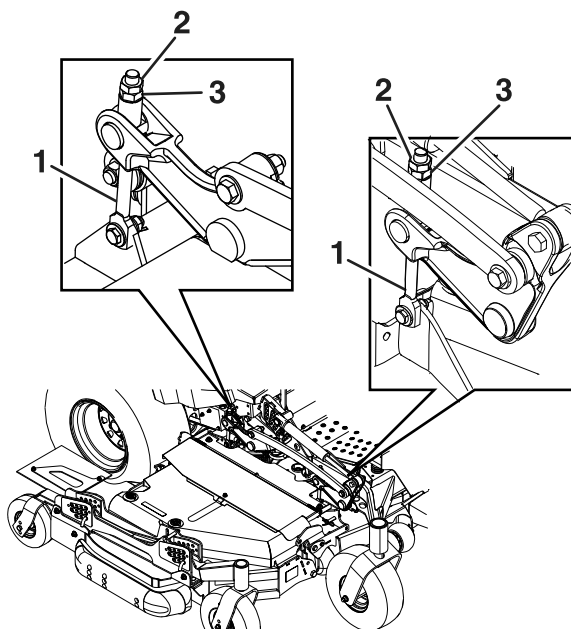

Figura 79
Afloje las contratueras de la parte superior de cada pletina de ajuste de la carcasa. Gire la tuerca de ajuste del conjunto de elevación de la carcasa delantera para obtener la altura correcta para las puntas delanteras de las cuchillas izquierda y derecha de la carcasa central (**Figura 79**).
5. Si los 4 mecanismos de ajuste de la carcasa (Figura 79) no tienen holgura suficiente para lograr la altura de corte precisa con la inclinación necesaria, puede utilizarse el sistema de ajuste de un solo punto.
6. Para ajustar el sistema de un solo punto, primero afloje los pernos de montaje delantero y trasero de la placa de altura de corte (Figura 79)